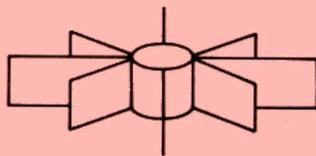

Fig. 13. – Exemple de radiateur utilisé sur un boîtier TO39.
Les transistors en boîtier type TO 39 et TO 18 sont prévus pour un emploi sans radiateur, néanmoins la puissance de dissipation maximale pourrait être augmentée en leur adjoignant un refroidisseur, soit de sa propre fabrication (pour le boîtier TO 18), soit acheté dans le commerce (pour le boîtier TO 39). Ce dernier type a été largement utilisé sur le BF 258 qui équipe le dernier étage vidéo de certains téléviseurs transistorisés (fig. 13).
– Rth jonction-boîtier, dans le cas où on utiliserait un petit refroidisseur comme celui représenté figure 13.